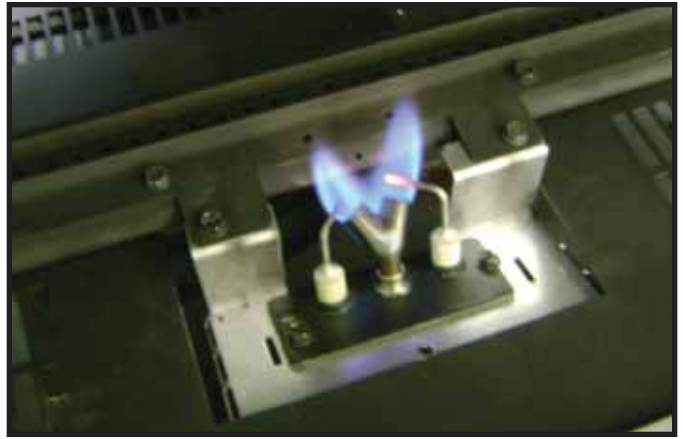

Figure 3.1 Forme de la flamme pilote de l'IPI
- Contrôlez la forme et la puissance de la flamme. Voir la Figure 3.1 pour la forme correcte de la flamme. Nettoyez ou remplacez l'injecteur à orifice selon le besoin.